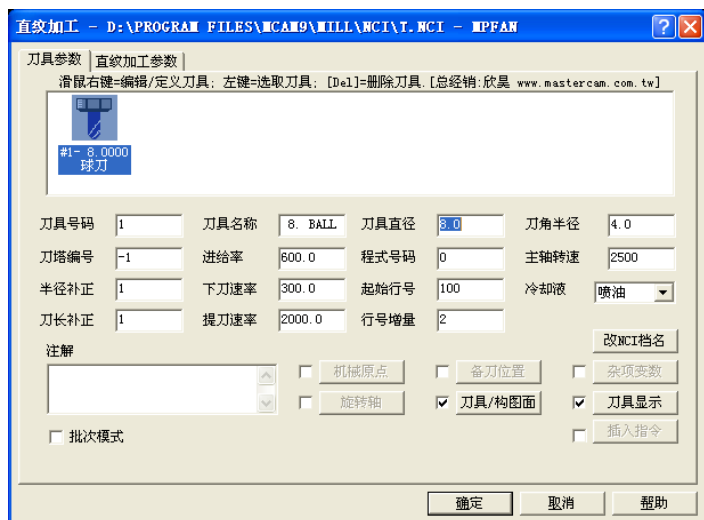

图 1-95 直纹加工的刀具参数
- 2) 从刀库中选择直径为 8mm 的球刀，输入进给率：600.0、下刀速率：300.0、提刀速率：2000.0、主轴转速：2500，冷却液：喷油，如图 1-95 所示。